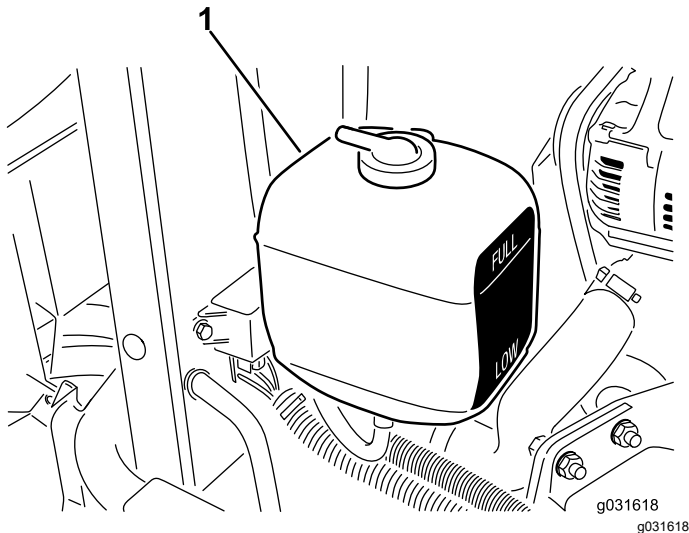

Figura 59
1. Controllate il livello del refrigerante nel serbatoio di espansione (Figura 59).